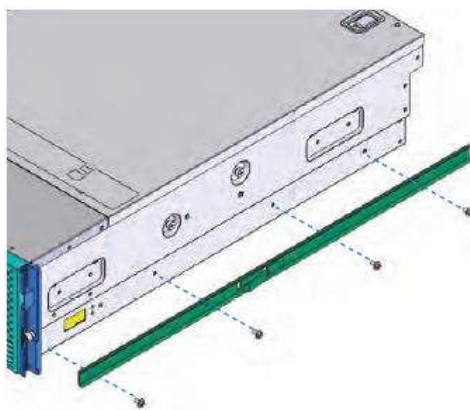

图 3
(2) 从配件包中取出装螺丝的塑料袋，找到相应的螺丝，然后按照图 3 所示的位置将螺丝拧在机箱壁对应的螺丝孔中。